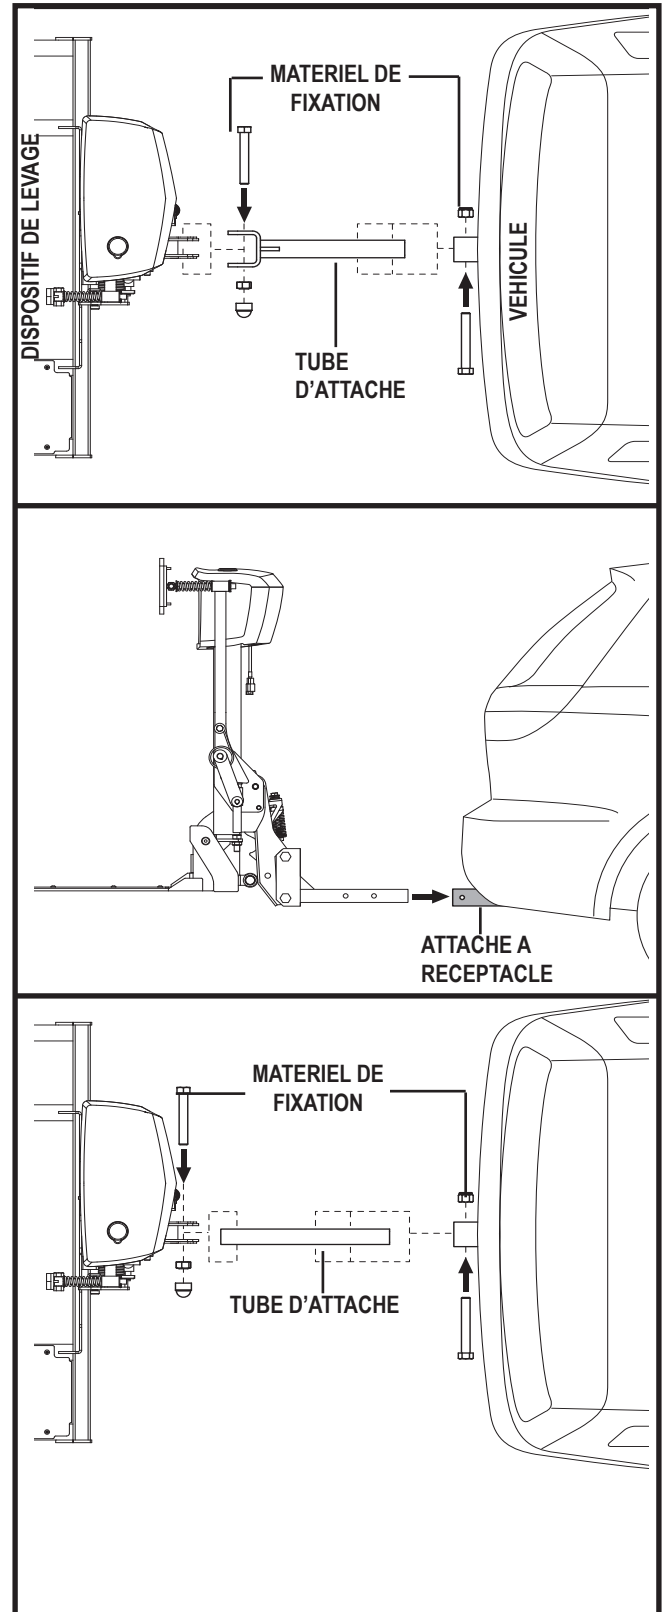

Figure 8. Tube d'attache assemblage
2. Installez le tube sur l'appareil de levage et fixez-le à l'aide des éléments de fixation que vous avez démontés auparavant. **Voir la figure 8.**
3. Glissez le tube dans le réceptacle de l'attache sur le véhicule, alignez l'orifice de montage le plus près possible du réceptacle. **Voir la figure 8.**
4. Verrouillez le tube d'attache avec le boulon et l'écrou fourni, insérez le boulon coté passager et montez l'écrou du côté du chauffeur. **Voir la figure 8.**